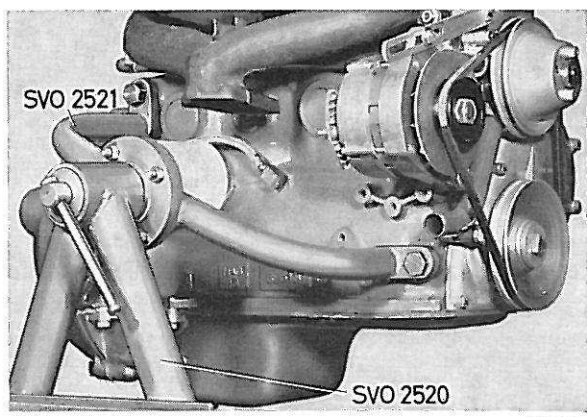

Figure 24. Moteur sur support, B 20
1. Fixer le moteur dans le gabarit 2521 pour moteur B 20 et 2820 pour moteur B 30. Monter ensuite le gabarit sur le support 2520, voir figure 24 ou 25. Vider l'huile.